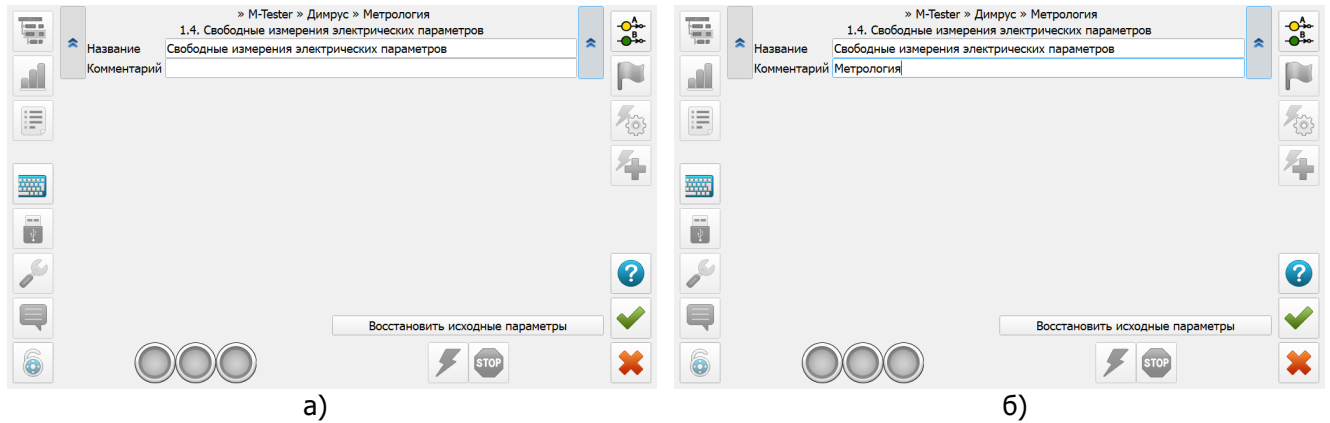

Рисунок 9.22 – Окно настройки опыта «Свободные измерения электрических параметров (Метрология)» для измерения активных сопротивлений фаз обмоток статора
- нажать кнопку «1.4. Свободные измерения электрических параметров», в появившемся окне настройки выбранного теста (рисунок 9.22 а) в графе «Комментарий» ввести слово «Метрология» (рисунок 9.22 б), чтобы создать метод испытаний для поверки измерения электрического сопротивления постоянному току;